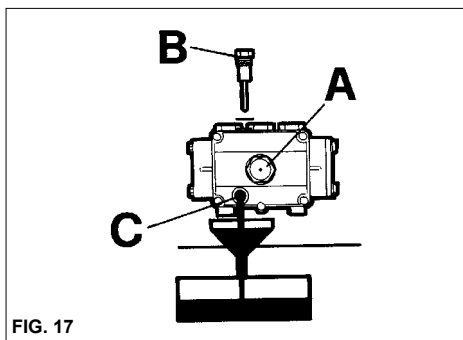

FIG. 17
- 2) Skru proppen af ved hjælp af oliepinden (fig. 17).